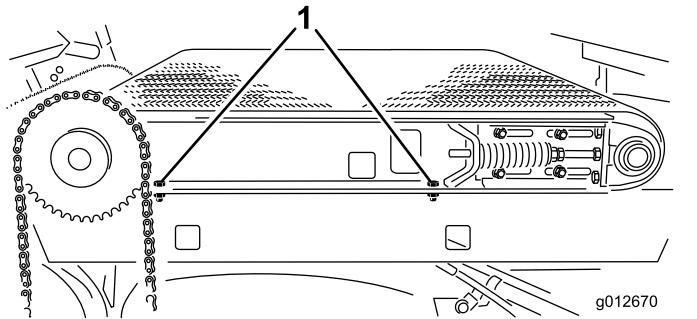

Рисунок 36
- С правой стороны машины затяните 2 болта, которые крепят балку подвижной рамы к правому крылу (Рисунок 36).